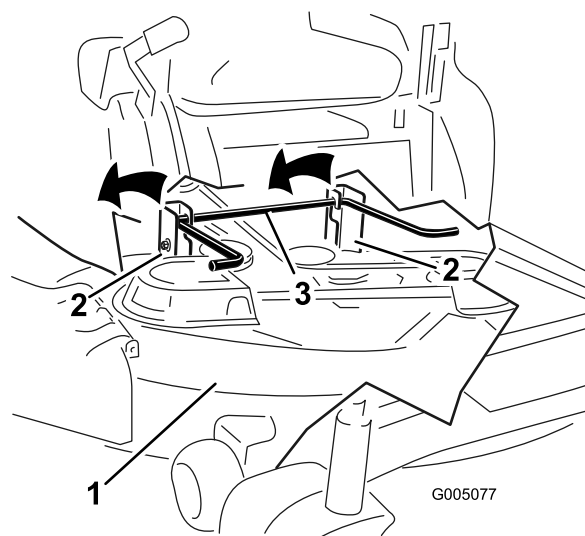

Figure 68
5. Soulevez et enlevez le plateau de coupe et les supports de la tige de levage arrière et abaissez la tondeuse au sol avec précaution (Figure 68).
5. Soulevez l'arrière du plateau de coupe et guidez les supports sur la tige de levage arrière (Figure 68).